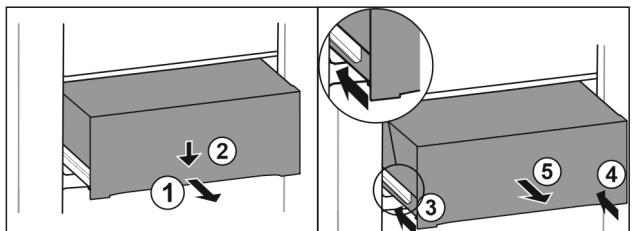

Fig. 128
- Extrageti pe jumătate sertarul. Fig. 128 (1)
- Apăsați în jos sertarul pe partea frontală. Fig. 128 (2)
- Inserați șina stângă aproximativ 2 cm. Fig. 128 (3)
- Inserați șina dreaptă aproximativ 2 cm. Fig. 128 (4)
- Extrageti sertarul spre înainte. Fig. 128 (5)